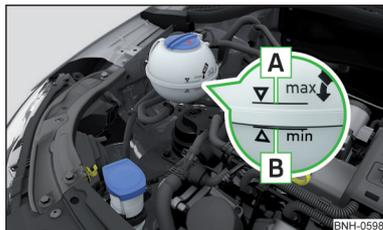

Fig. 149
**Vérifier le niveau du liquide de refroidissement** - Le niveau du liquide de refroidissement doit être compris entre les repères **A** et **B** > fig. 149. Si le niveau du liquide de remplissage est inférieur au repère B, rajoutez du liquide de refroidissement.
Les **spécifications** du liquide de refroidissement sont mentionnées sur l'emballage du liquide de refroidissement > fig. 149 .
- Ne versez pas le liquide de refroidissement au-delà de la marque **A** > fig. 149. Le liquide de refroidissement peut être sous pression à cause du chauffage du système de refroidissement, risque d'endommagement des pièces du compartiment moteur.